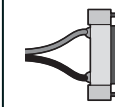

Bild 2
2. Verschluss des Einspeisungsverbinders herausziehen (Bild 2).